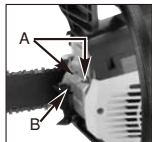

Bild. 17A
- Entfernen Sie die 2 Bolzen (A) und ziehen Sie den Schalldämpfer heraus. (Bild. 17A).